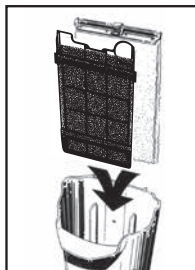

Fig. 3
3. Inserte el cartucho del filtro y el Bio-Foam® como se muestra (Fig. 3). (Nota: la parte delantera del Bio-Foam® está marcada "front" (frente) y debe quedar de frente al Filtro interno).